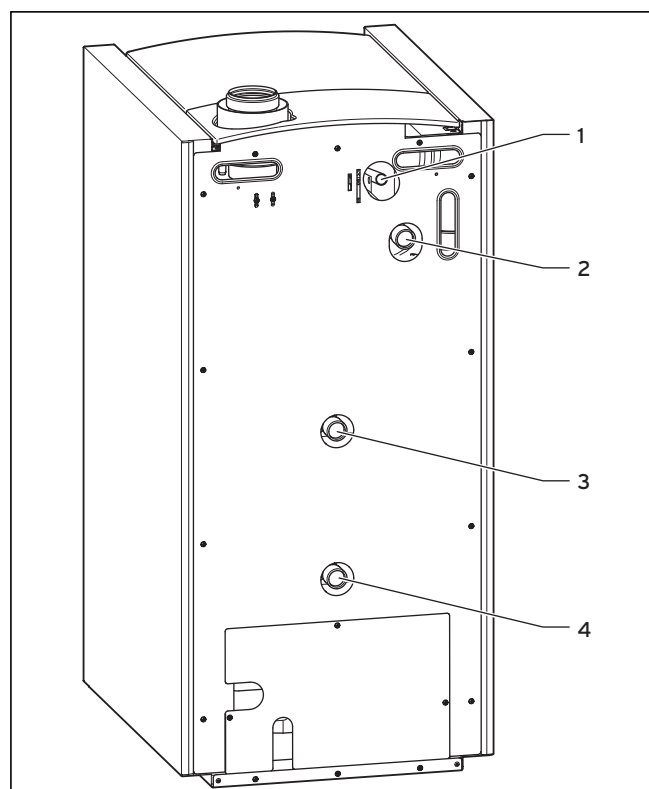

Fig. 5.4 Tilslutning på opvarmningssiden
- Tilslut beholderreturløbet for en varmtvandsbeholder til varmekredsretur-tilslutningen for høj returtemperatur (**3 i fig. 5.4**).